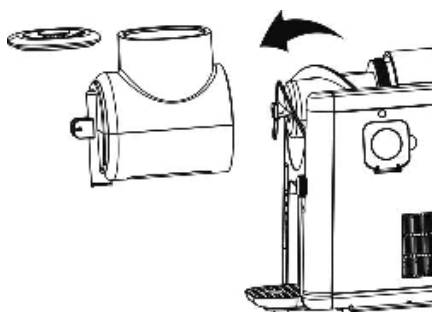

Fig. 7
6. Det vedlagte verktøyet kan brukes til å fjerne stampelet i utløpet og ta det ut for rengjøring (fig. 7).